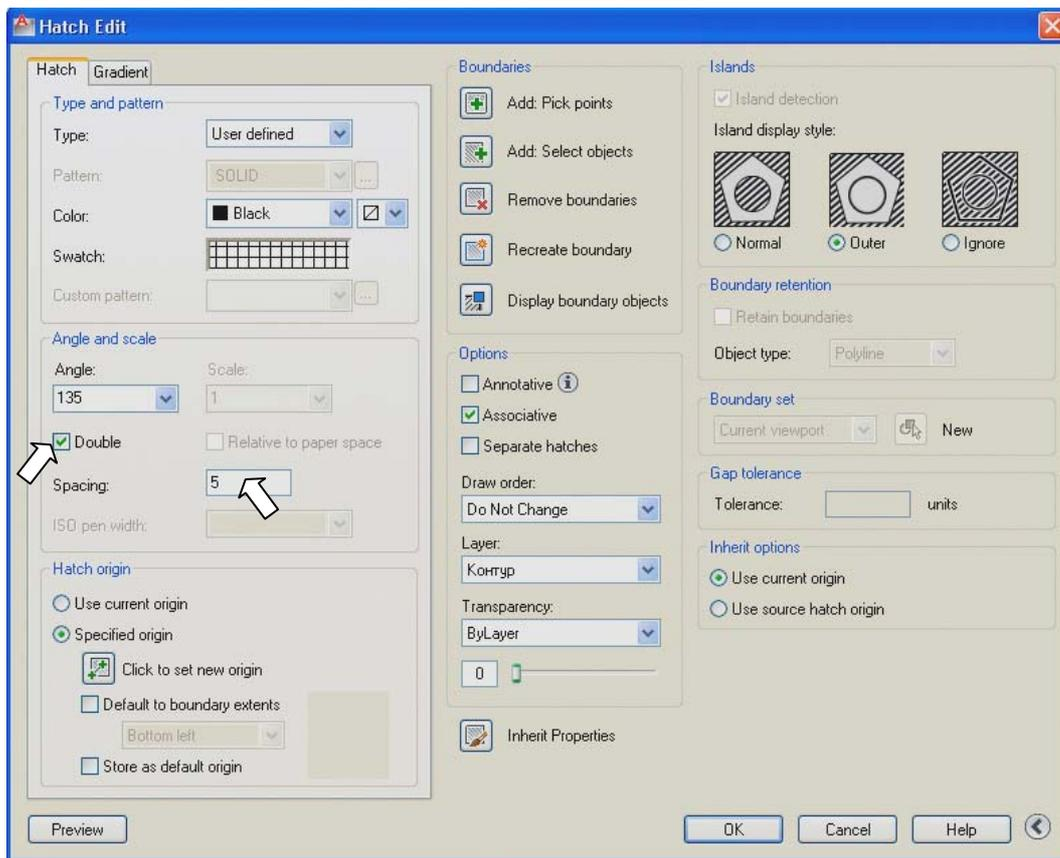

Рис. 7.30. Диалоговое окно **Hatch Edit** (Редактирование штриховки)
2. Выберите редактируемую штриховку. Появится диалоговое окно **Hatch Edit** (рис. 7.30). По внешнему виду окно похоже на диалоговое окно создания штриховки, но с несколькими деактивированными областями – они не реагируют на указатель мыши.